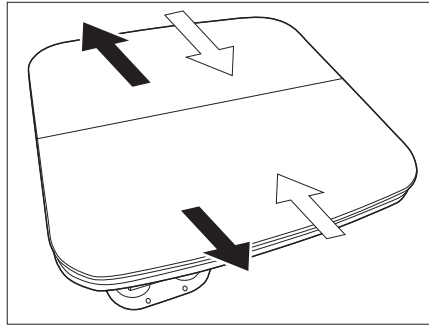

Bild 102 Dra isär ytterdelar
- Dra isär bordets ytterdelar (Bild 102 - svarta pilar).
- Skjut ihop bordets ytterdelar (Bild 102 - vita pilar).